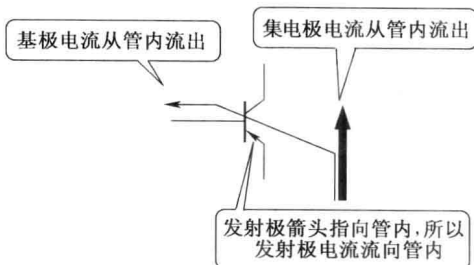

图 1-16 PNP 型三极管电路符号识图信息示意图
(2) **PNP 型三极管电路符号识图信息。**图 1-16 所示是 PNP 型三极管电路符号识图信息示意图,根据电路符号中的发射极箭头方向可以判断出 3 个电极的电流方向。